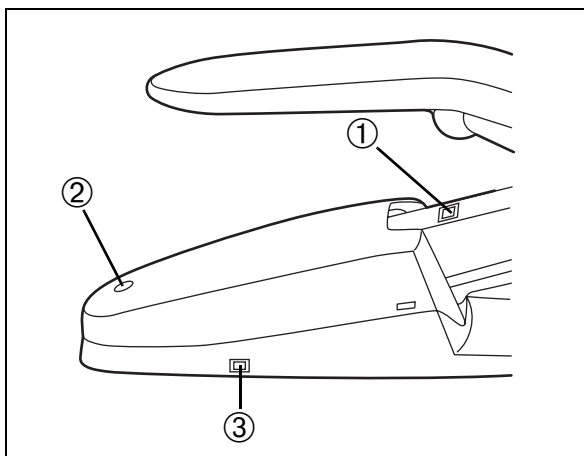

Abb. 44
Das Versorgungsteil (Abb. 44) für das U742-Gerät befindet sich, bei dem Motorstuhl Typ GL2020, vorne im Motorstuhl integriert.
Der Hauptschalter (für Luft, Wasser, Strom) ③ (Abb. 44) des Geräts befindet sich am Versorgungsteil. Siehe dazu das Kapitel „Inbetriebnahme und Bedienung“ in dieser Gebrauchsanweisung.